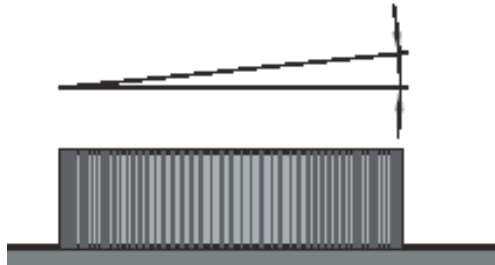

Abb.10
- **ACHTUNG: Das Pool muss exakt horizontal sein, mit einer maximalen Abweichung von 25 mm über den Pooldurchmesser. (Abb. 10) Ein Pool, das nicht exakt horizontal eingerichtet ist, ist gefährlich und kann einstürzen.**